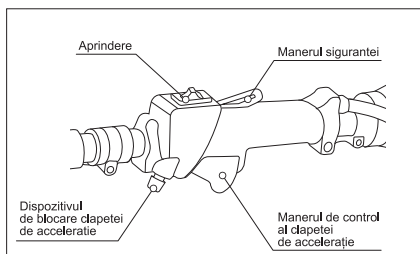

fig. 10
- Poziționați întrerupătorul de aprindere, amplasat pe maneta de control, în poziția ON/1. Apăsând pe mânerul siguranței, apăsați mânerul clapetei de accelerație (mânerul de accelerație) și blocați-l în poziție apăsată cu ajutorul dispozitivului de blocare (fig. 10).
1. Opriți aprinderea cu ajutorul întrerupătorului poziționat pe mânerul de control (fig. 10).
2. Apăsând pe mânerul siguranței, apăsați mânerul clapetei de accelerație (mânerul de accelerație) și blocați-l în poziție apăsată cu ajutorul dispozitivului de blocare (fig. 10).